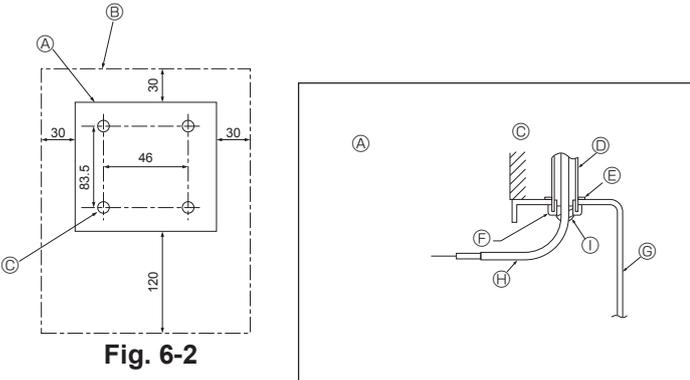

Fig. 6-2
(1) Uzaktan kumanda için bir montaj yeri seçin. (Fig. 6-2)
#### [Fig.6-2]